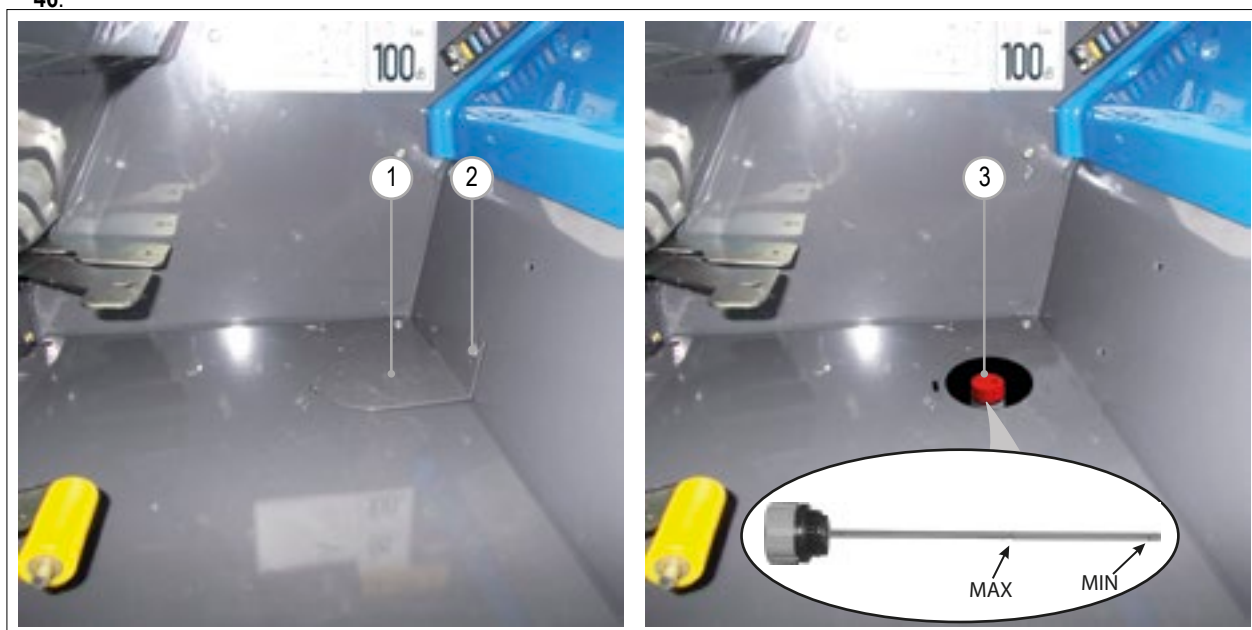

РИС. 33
- 2) Открутите винты (РИС. 33 - Сс. 2) чтобы открыть кожух (РИС. 33 - Сс. 1) расположенный в области противоскользящих ковриков.
- 3) Снимите крышку бака гидравлического масла (РИС. 33 - Сс. 3).